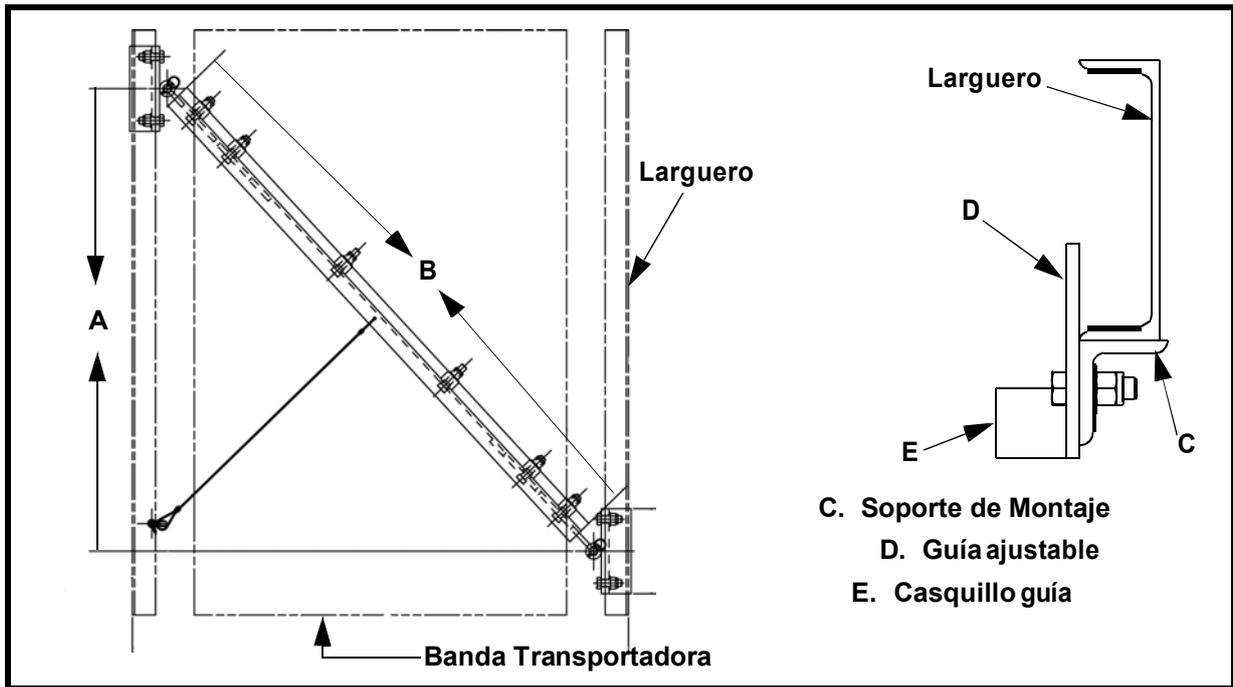

Figura 2. Ubicando los Soportes de Montaje en los Largueros
2. Instale el soporte de montaje (C, Figura 2) en el lado izquierdo de la banda de la siguiente manera:
- c. Instale el guía ajustable (D) en el soporte de montaje con dos tornillos hexagonales, arandelas planas y tuercas de seguridad.
- a. A partir del centro del casquillo guía (E) en la extremidad izquierda de la guía ajustable, mida la distancia hacia la polea de cola que se muestra abajo de “Dimensión A” en la Tabla I. Marque la ubicación en el larguero del lado izquierdo.